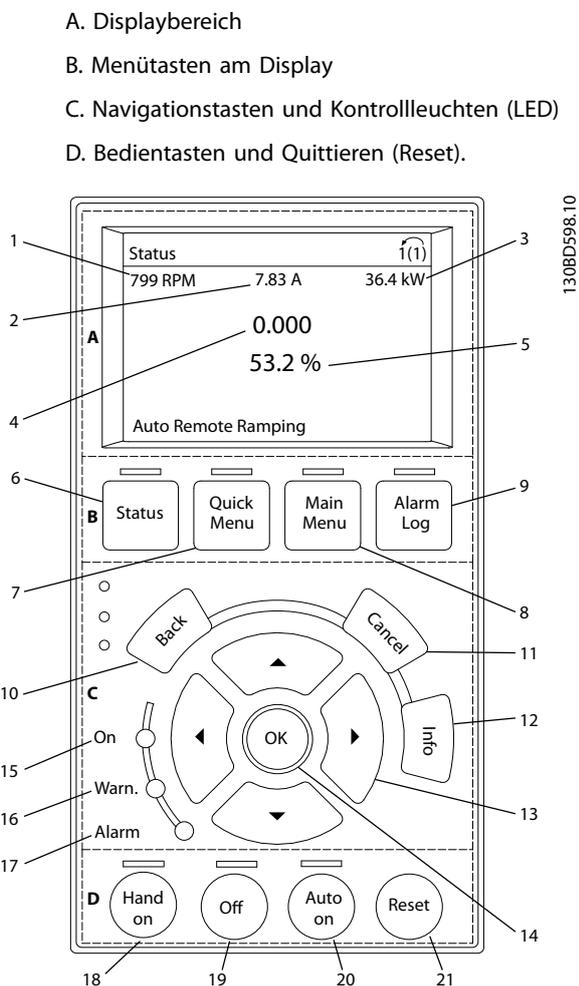

Abbildung 5.1 Grafisches LCP-Bedienteil (LCP 102)
Das LCP 102 ist in vier Funktionsbereiche unterteilt (siehe Abbildung 5.1).
Tabelle 5.1 Legende für Abbildung 5.1, Displaybereich
Tabelle 5.2 Legende für Abbildung 5.1, Menütasten am Display
Tabelle 5.3 Legende für Abbildung 5.1, Navigationstasten
**Tabelle 5.4** Legende für *Abbildung 5.1*, Anzeigeleuchten (LED)
**Tabelle 5.5** Legende für *Abbildung 5.1*, Bedientasten und Quittieren (Reset)